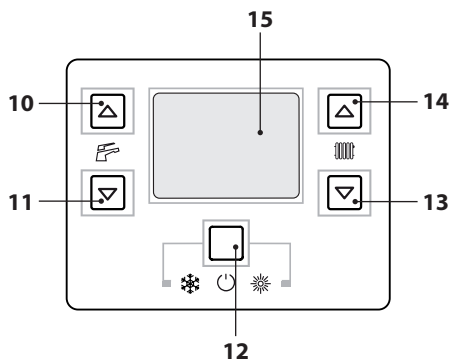
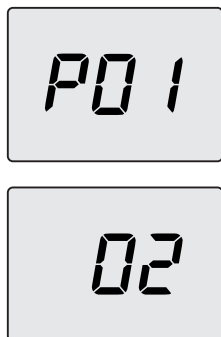
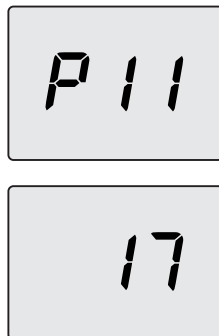

Figura 5.36
Figura 5.37
Figura 5.38
- Entrare in "modalità programmazione" premendo contemporaneamente per 10 secondi i tasti 12-13-14 (Figura 5.36) fino a far apparire sul display LCD le lettere **P01** che si alternano con il valore del parametro, indicanti l'entrata nel "parametro 01" (Figura 5.37).
- Scorrere i vari parametri utilizzando i tasti 13 o 14 fino a far apparire sul display LCD le lettere **P11** che si alternano con il valore del parametro, indicanti l'entrata nel "parametro 11" (Figura 5.38).
- Premendo il tasto 12 (Figura 5.36) si ottiene la conferma del valore inserito.
- Premendo contemporaneamente i tasti 12 e 13 (Figura 5.36) si esce senza modificare il valore (ritorno alla lista parametri Figura 5.38)
- Premendo contemporaneamente per 10 secondi i tasti 12-13-14 (Figura 5.36) si esce dalla "modalità programmazione".